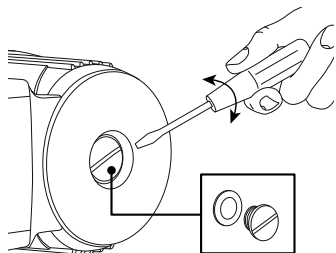

Рис. 11. Ослабление заглушки
- Удалите воздух из насоса ослабив винт воздухоотводчика, но не отвинчивайте его до конца. (рис. 11)
При продолжительном простое периодически проворачивайте вал, во избежание его блокировки: отвинтите винт воздухоотводчика с помощью плоской отвертки проверните вал двигателя, затем закрутите винт воздухоотводчика. (рис. 11) На период продолжительного простоя, если риск заморозки не исключён, слейте воду. Не забудьте заполнить насос водой перед очередным включением.